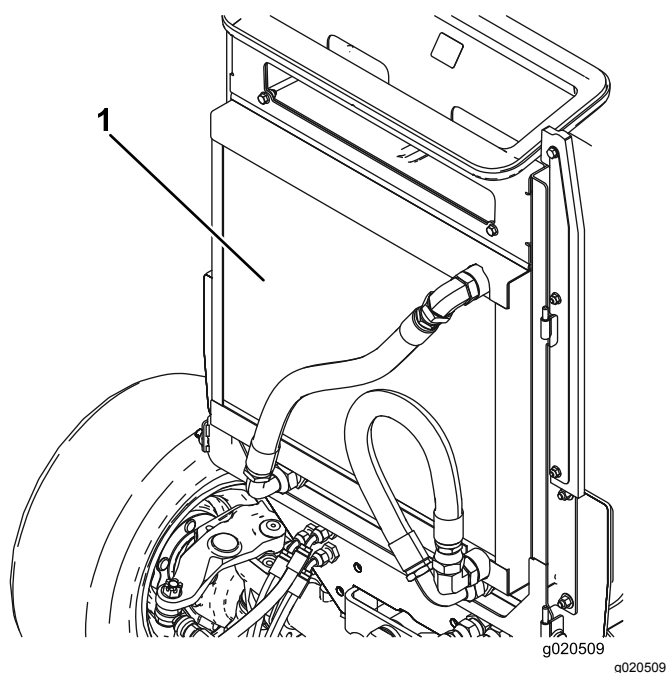

Рисунок 65
3. Тщательно очистите обе стороны маслоохладителя и радиатора сжатым воздухом (Рисунок 65).